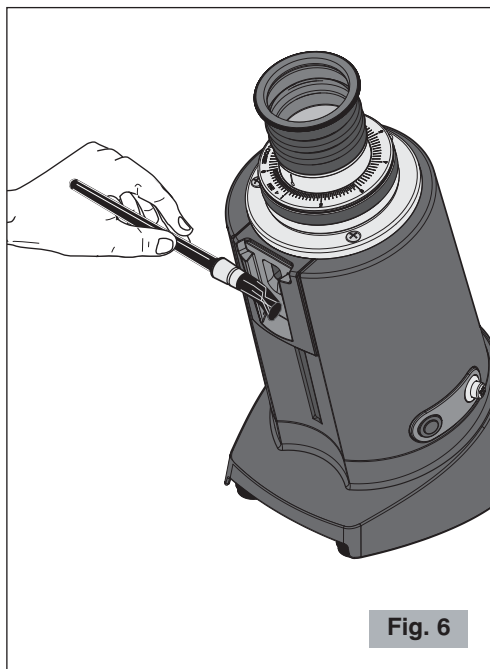

Fig. 6
- Utiliser le pinceau fournie avec (12 Fig. 2) pour nettoyer les zones moins accessibles à son intérieur (voir Fig. 6).